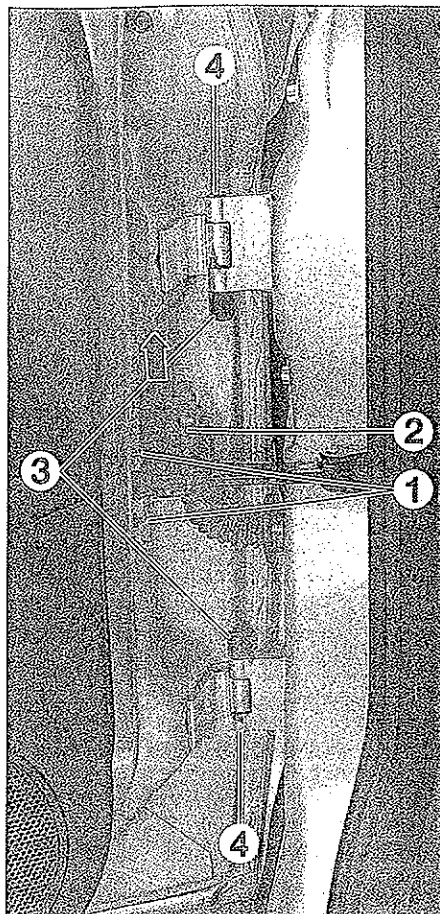

FIG. 44
- Desmontar las tuercas del limitador de apertura (1).
- Desenchufar el conector (2) en la puerta (fig. 44).
- Desmontar los capuchones (3) de los ejes de bisagra.
- Con un segundo operario, desmontar los ejes de bisagras de puertas (4).